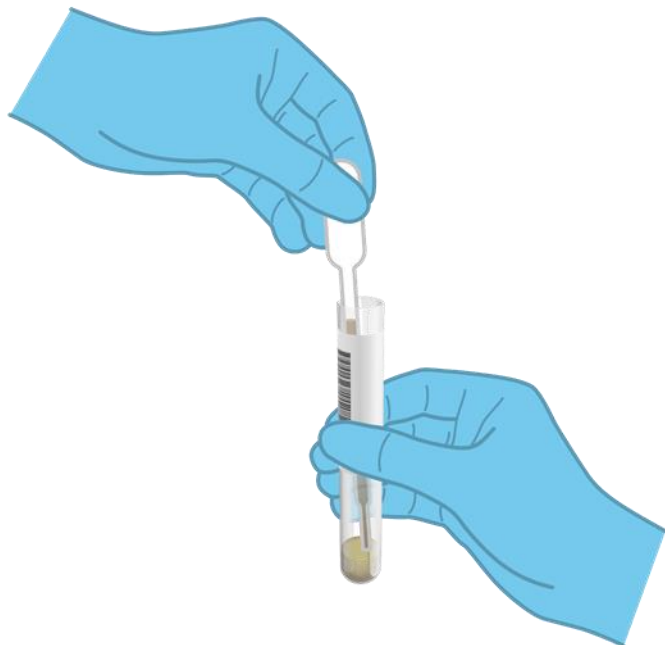

Figura 8. Tragerea probei în pipeta de transfer livrată.
6. Deschideți tubul cu proba care trebuie testată. Folosiți pipeta de transfer livrată pentru a trage lichidul până la a doua linie de umplere de pe pipetă (adică 200 μ l) (Figura 8).